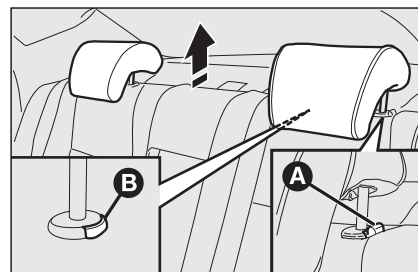

fig. 35
- druk op de knoppen **A** en **B**-**fig. 35** (naast de twee steunen van de hoofdsteun) en verwijder de hoofdsteun door deze omhoog te trekken.